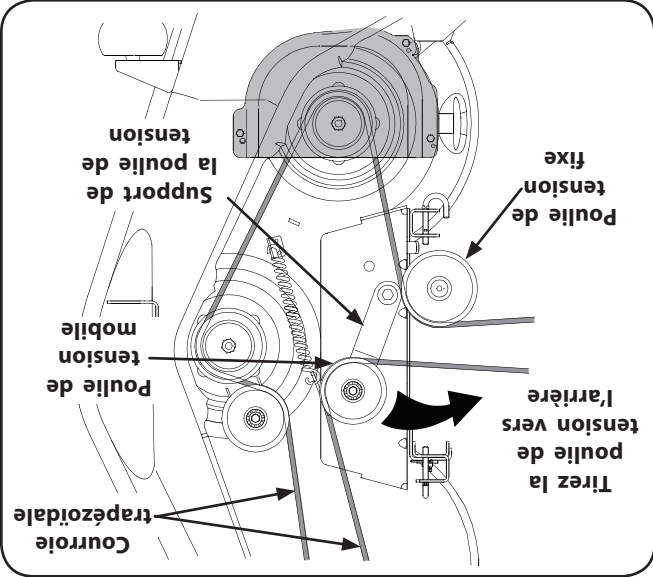

Figure 7-3
3. Vérifiez que la courroie trapézoïdale passe bien sur les poulies à fusée du plateau de coupe et que l'arrière de la courroie est bien appuyé contre les poulies de tension fixe et mobile. Voir la Figure 7-3.
4. Du milieu du tracteur, faites pivoter le support de la poulie de tension et la poulie mobile vers l'arrière contre la tension du ressort et glissez l'arrière de la courroie sur la poulie de tension mobile. Voir la Figure 7-3.
5. Amenez l'arrière de la courroie sur la poulie de tension fixe. Voir la Figure 7-3.
7. Vérifiez que la courroie trapézoïdale passe bien sur les poulies à fusée du plateau de coupe et que l'arrière de la courroie est bien appuyé contre les poulies de tension fixe et mobile. Voir la Figure 7-3.
2. Du milieu du tracteur, faites pivoter le support de la poulie de tension et la poulie de tension mobile vers l'arrière pour l'éloigner suffisamment de l'arrière de la courroie trapézoïdale et pouvoir ainsi dégaier la courroie de la poulie de tension. Voir la Figure 7-3.